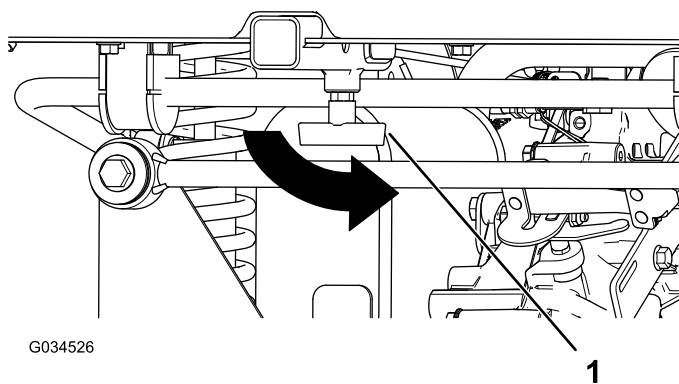

Figura 18
4. Aperte a pega em “T” rodando-a no sentido contrário ao dos ponteiros do relógio (**Figura 18**).